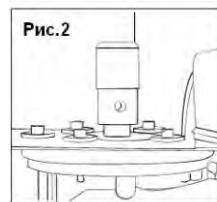

Рис.2
1. Установите сверло бура на выходной вал шнека (Рис. 2)